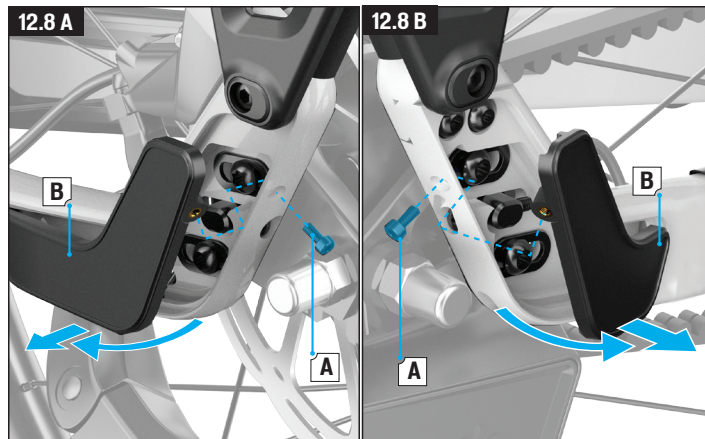

Fig. 12.8 A og B
- Ta av dekslene til de justerbare hjulfestene (fig. 12.8 A-B).
- Bruk en T25-momenttrekker, og ta av de øvre setestagkoperboltene (A) og setestagkopersylinderen (B) fra hjulfestet.
- Trekk kjedestaget og setestaget fra hverandre og skyv beltet forsiktig gjennom mellomrommet i setestaget (C).